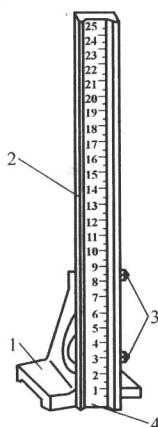

图 1-13 量高尺
(1) 量高尺 量高尺如图 1-13 所示, 是用来校核划针盘划针高度的量具, 其上的钢直尺零线紧贴平台。